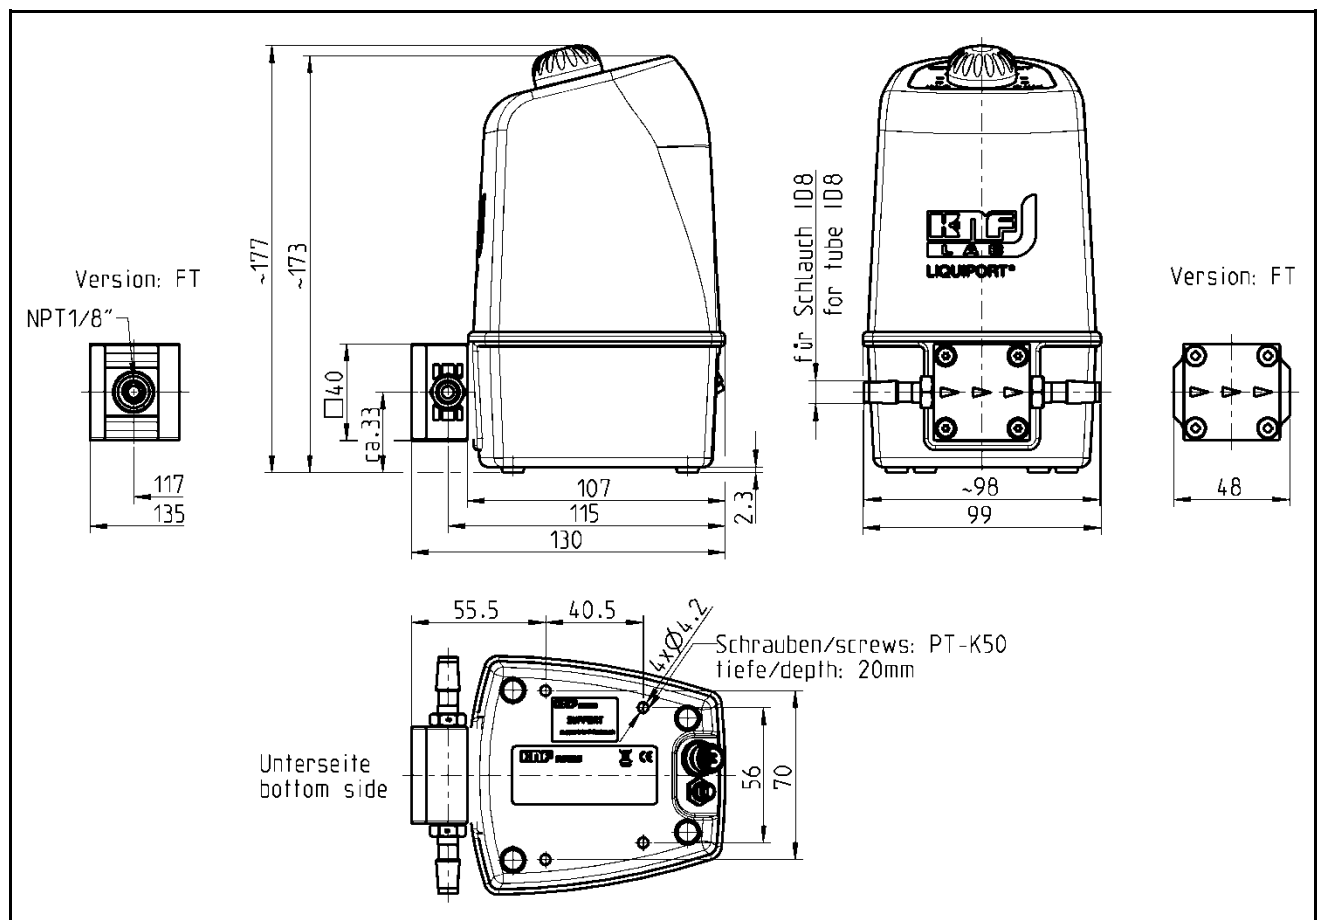
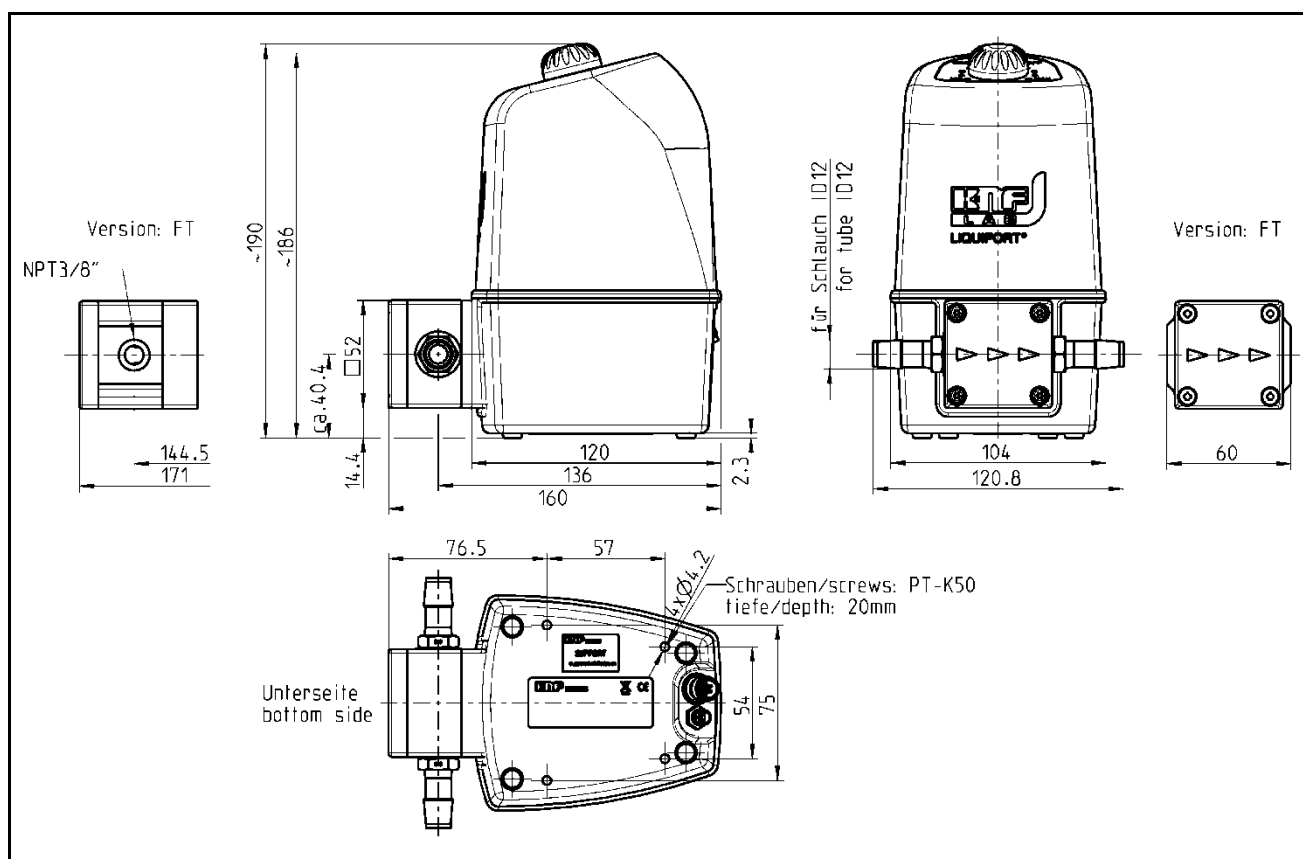

Fig. 9: Medidas de fijación Liquiport® 100 / Liquiport® 1.100
Fig. 10: Medidas de fijación Liquipor[®] 300 / Liquipor[®] 1.300
Dimensiones ➔ Dimensiones de la bomba (Véase la Fig. 9, Fig. 10)
- ➔ La bomba puede fijarse adicionalmente mediante dos tornillos desde abajo. (véase la Fig. 9, Fig. 10)